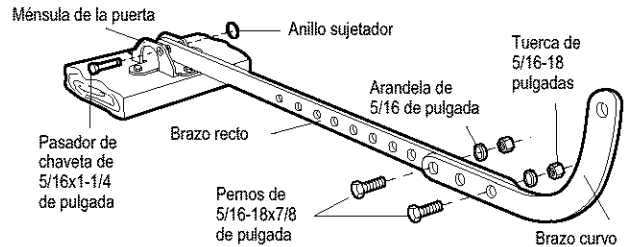

Figura 4
1. Arme el brazo de la puerta, *Figura 4:*